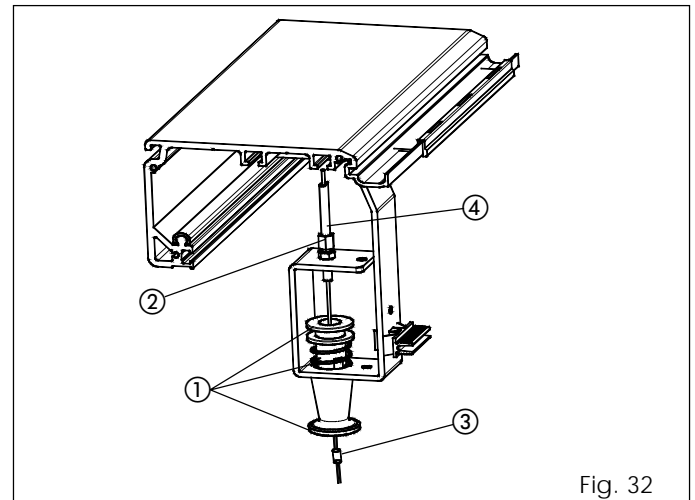

Fig. 32
- Assemblare il pomello di sblocco come indicato in fig. 32 rif. ①.
- Avvitare il registro, con i relativi dadi di bloccaggio, sulla parte interna della staffa (fig. 32 rif. ②).
vite (fig. 32 rif. ③).
- Portare la guaina del cavo in battuta sul registro (fig. 32 rif. ④).